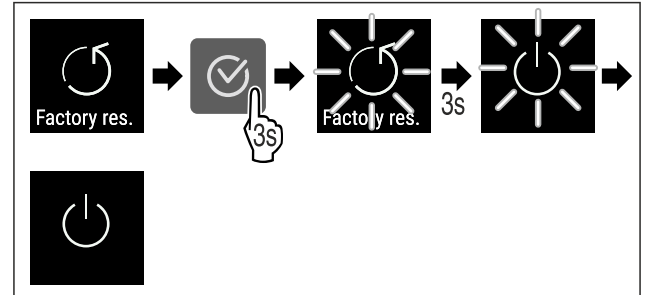

Fig. 113
- ▶ Atlikite veiksmus (žr. Fig. 113) .